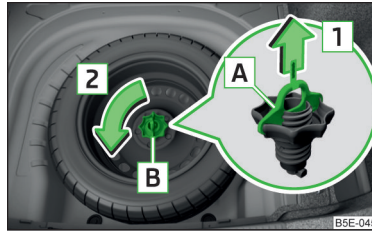

Abb. 327
Das Rad befindet sich in einer Mulde unter dem Bodenbelag im Gepäckraum und ist mit einer Sicherungsschraube **B** befestigt » Abb. 327.
- › Die Sicherung **A** in Pfeilrichtung **1** herausziehen » Abb. 327.
- › Die Sicherungsschraube **B** entgegen der Pfeilrichtung **2** einschrauben » Abb. 327.